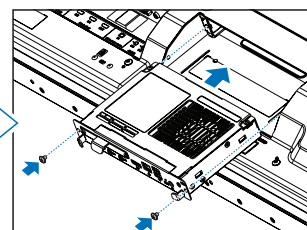

Figura 4
4. Inserte la placa opcional en el monitor y sujétela en su sitio con los tornillos que ha extraído (**Figura 4**).